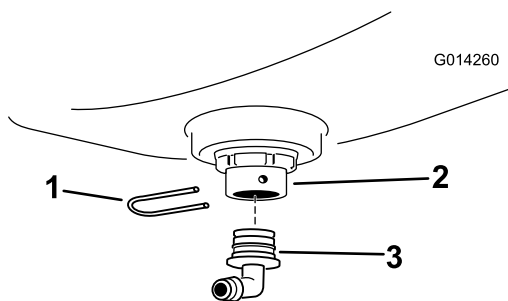

Figure 12
- G. Montez le raccord à 90° cannelé sur le raccord de traversée et fixez-le avec un étrier de fixation (Figure 12).